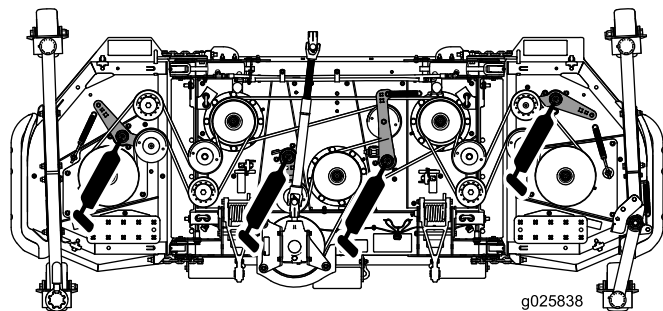

Bild 13
- Spannarm-Drehzapfen (4) (Bild 13)